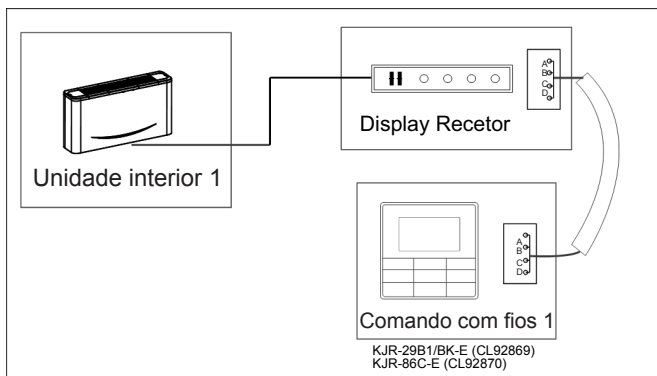

Figura 6.9
- Use 1 comando com fios para controlar 1 unidade interna (ver Figura 6.9).